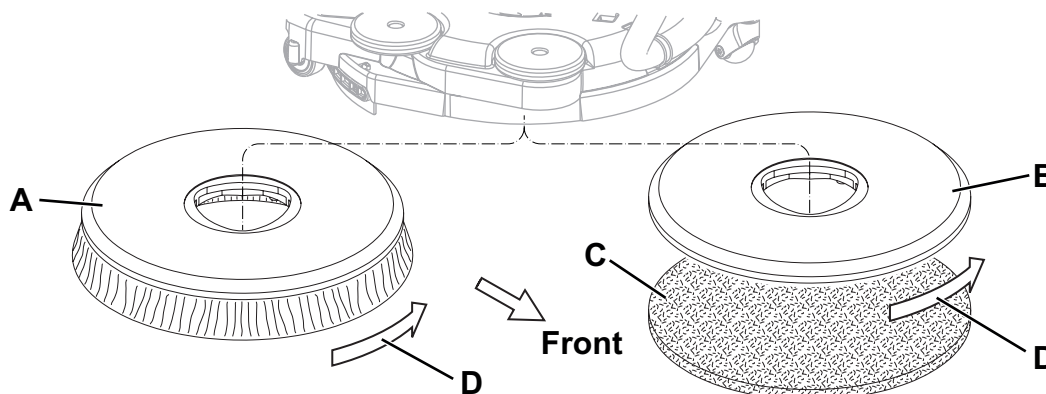

Figure 1
*Selon le type de sol à nettoyer, il est possible d'installer la brosse (A, Fig. 1) ou le plateau support disque (B et C).*
2. Tourner la manette (31) du sélecteur de fonctions sur le programme (32).
3. Appuyer sur le bouton-poussoir de validation (38) et sur les leviers de rotation brosse (39) en même temps pendant quelques secondes, pour permettre l'accrochage de la brosse / plateau support disque.